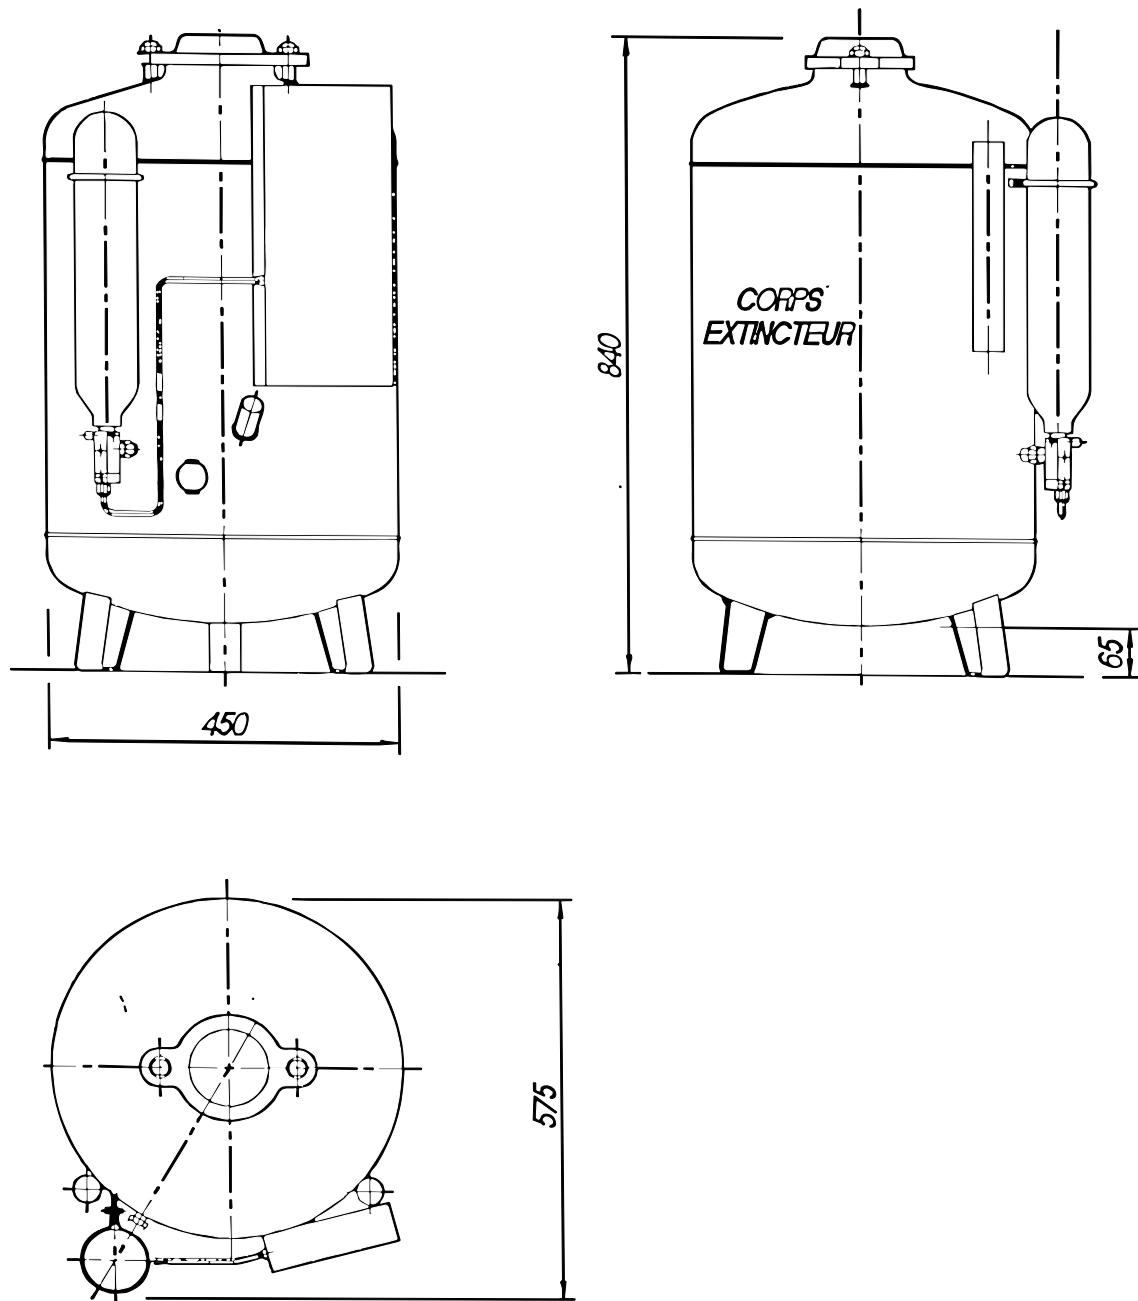

Figure 7 : réservoir MADEX II – EA 100
- Réservoir MADEX II – EA100 (Cf. Figure 7, page 20).